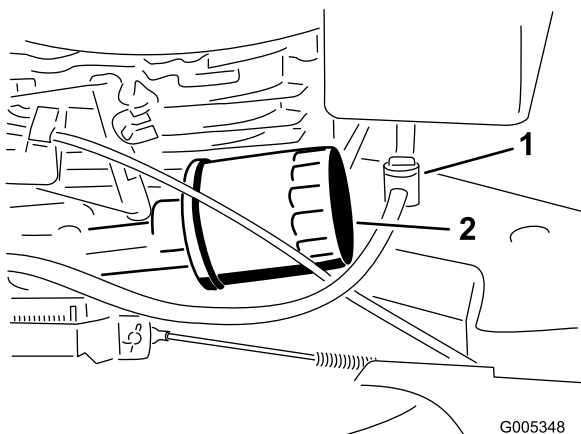

Figure 22
Remplacez le filtre à carburant (Figure 22) toutes les 100 heures de fonctionnement ou une fois par an, la première échéance prévalant.
3. Fermez le robinet d'arrivée de carburant (Figure 22).